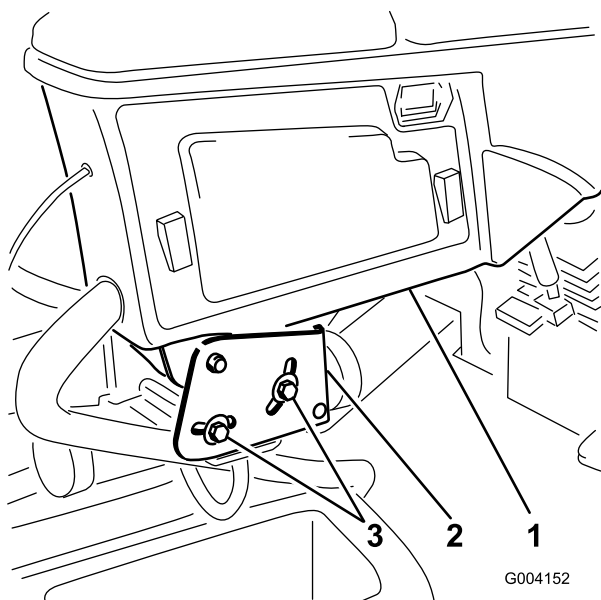

Figura 3
1. Slăbi cele 2 uruburi care fixează braul de control pe suport (Figura 3).